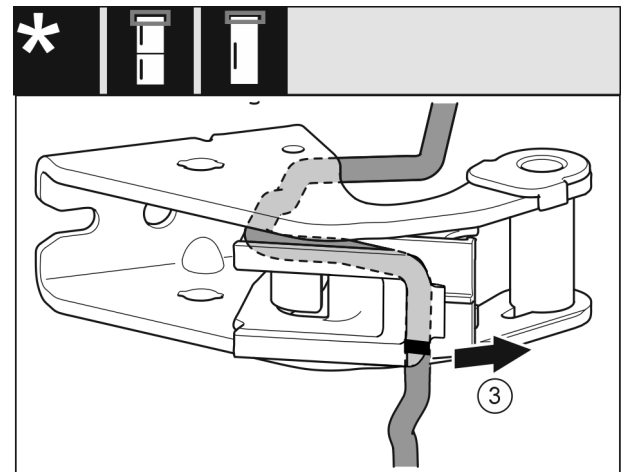

Fig. 18
- ▶ Demontera kabeln med kabelhållaren från lagerbocken. Fig. 18 (3)